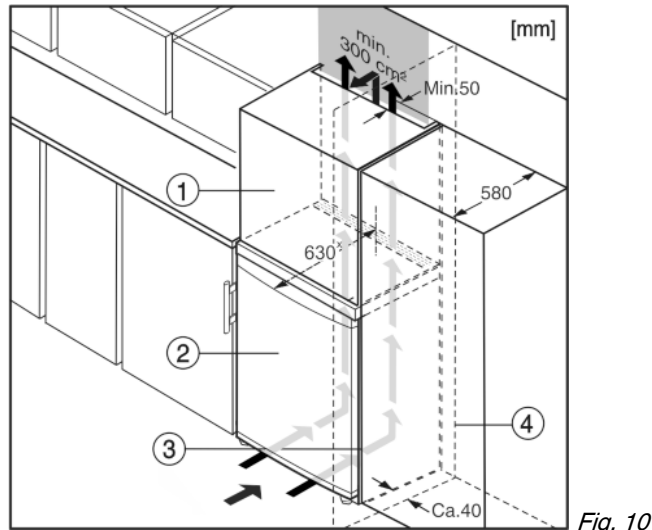

Fig. 10
- (1) Viseći ormar*
- (2) Uređaj*
- (3) Kuhinjski ormar*
- (4) Zid*
Uređaj se može adaptirati za ugradnju u kuhinjske ormare. Kako biste uređaj Fig. 10 (2) prilagodili visini kuhinjskog namještaja, iznad uređaja možete postaviti viseći ormar Fig. 10 (1).
Kod adaptacije s normalnim kuhinjskim ormarima (dubina maks. 580 mm) uređaj se može postaviti direktno uz kuhinjski ormar Fig. 10 (3). Uređaj stoji bočno 34 mm * i u sredini uređaja 50 mm * nasuprot pročelju kuhinjskog ormara.*
Kada se uređaj postavlja s okovima pored zida Fig. 10 (4), razmak između uređaja i zida mora iznositi najmanje 40 mm. To odgovara stajanju ručice kod otvorenih vrata.*